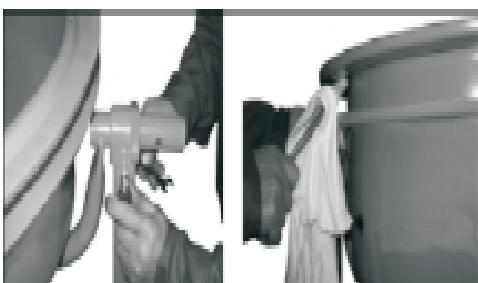

Рис. 6.
6.6. Извлеките верхнюю часть емкости (Б) из нижней (А) как показано на Рис.6.